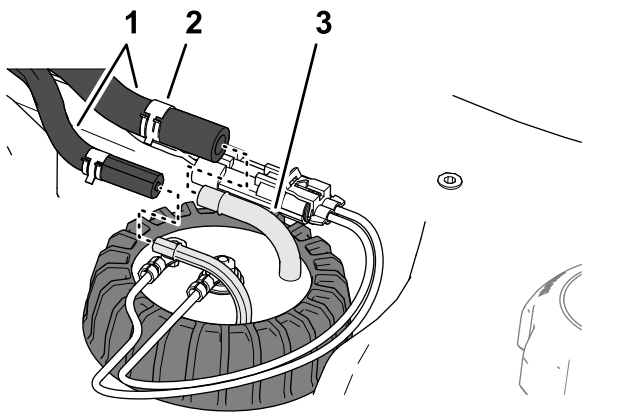

Figura 87
4. Mueva las abrazaderas que sujetan las mangueras a los acoplamientos del sensor de combustible hacia dentro, y retire las mangueras de los acoplamientos (Figura 87).